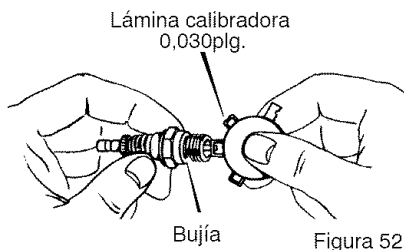

Figura 52
2. Revise el **entrehierro de la bujía** usando una **lámina calibradora** y restablezca el entrehierro a 0,030 plg. si fuera necesario. Figura 52.